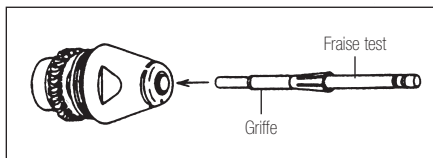

Fig.13
- 1) Appliquez un peu d'huile sur la surface de la nouvelle Griffe ou de la Griffe après le nettoyage, insérez la fraise test et enfoncez-la dans le manche du rotor (Fig.13).